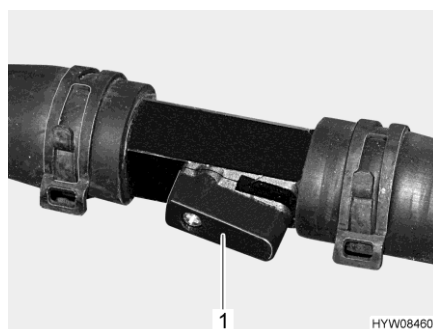

Fig. 163 Robinet d'arrêt (ouvert)
- Placer le levier (Fig. 163,1) parallèlement à la conduite (Fig. 163). Plus le robinet d'arrêt est ouvert, plus la puissance de chauffage est élevée.
- Placer le levier (Fig. 163,1) transversalement à la conduite. Le circuit de chauffage passe par la dérivation.